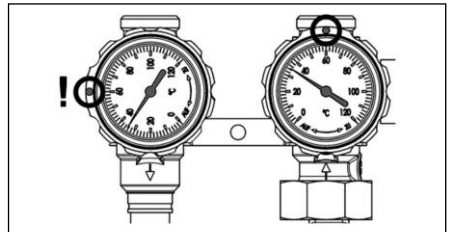

Abb. 6.19 Kugelhahnstellung Pumpenentlüftung
- Stellen Sie die Kugelhähne der Solarstation jeweils in die Position wie in Abb. 6.19 abgebildet (Winkelstellung des Thermometergriffes im vorlauf: 90°, Rücklauf: 0°).